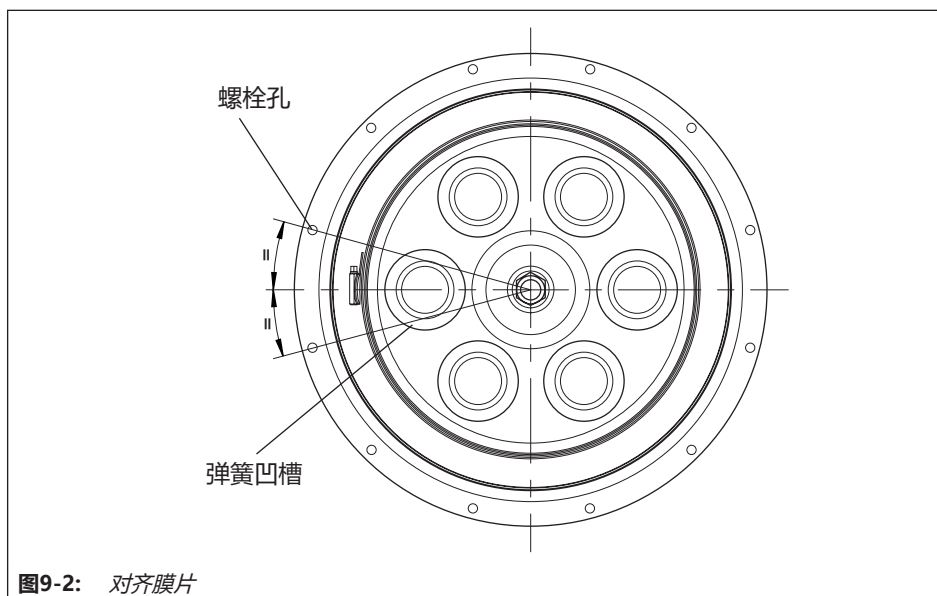

图9-2: 对齐膜片
5. 安装新膜片 (A4)。确保膜片与隔膜板正确对齐。必须将穿过隔膜板弹簧的两个对立凹槽的虚线居中对齐在膜片中两个螺栓孔之间 (请参见图9-2)。
350 和 700 ¹⁾ cm²: 交替转动软管夹闭锁上的螺钉, 直至膜片 (A4) 与软管夹 (A6) 之间只剩下几毫米的间隙。将压缩机 (A19) 对齐放在软管夹闭锁的下方 (参见图9-2)。使用合适的工具拧紧闭锁螺钉。遵循拧紧扭矩。
6. 安装新膜片 (A4)。确保膜片与隔膜板正确对齐。必须将穿过隔膜板弹簧的两个对立凹槽的虚线居中对齐在膜片中两个螺栓孔之间 (请参见图9-2)。
- 350 和 700 ¹⁾ cm²:** 交替转动软管夹闭锁上的螺钉, 直至膜片 (A4) 与软管夹 (A6) 之间只剩下几毫米的间隙。将压缩机 (A19) 对齐放在软管夹闭锁的下方 (参见图9-2)。使用合适的工具拧紧闭锁螺钉。遵循拧紧扭矩。